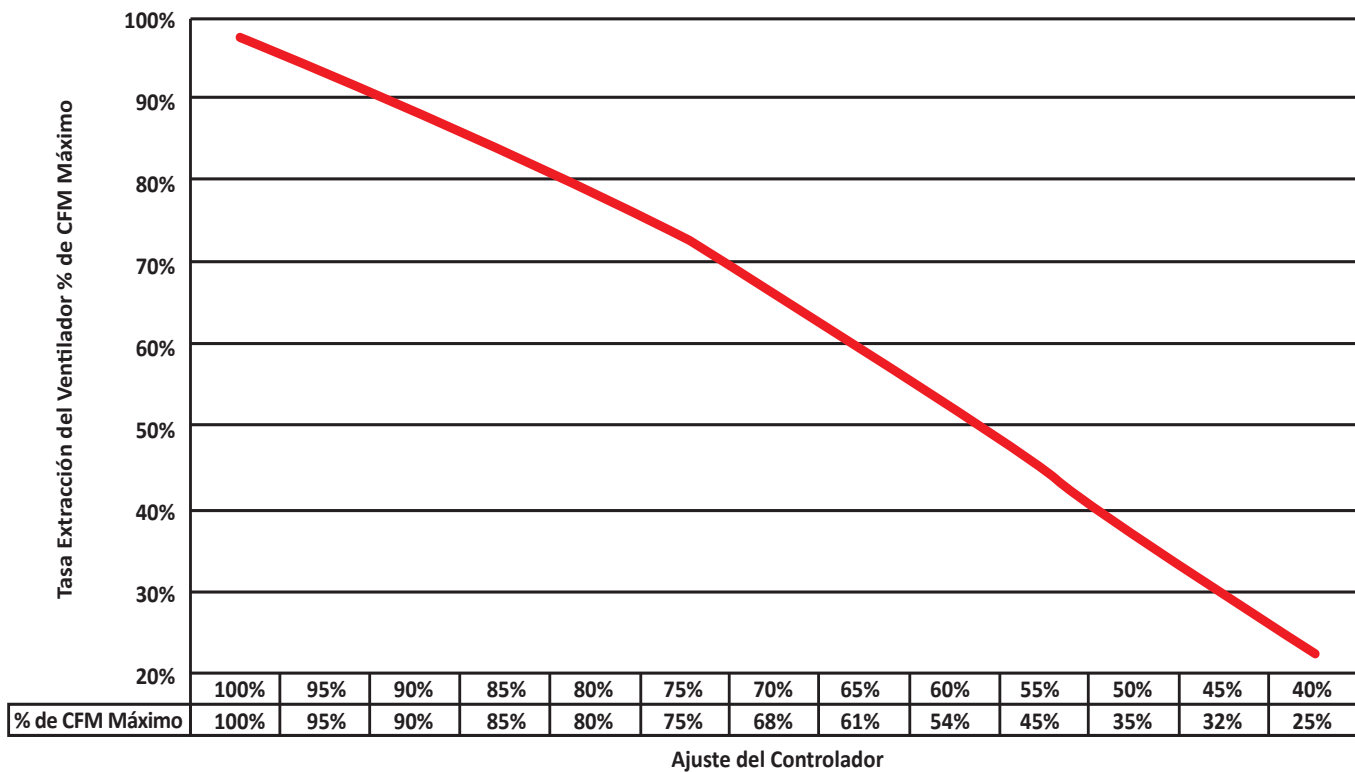

Figura 4.5: Rendimiento de Ventilador Variable
- Velocidad del ventilador de 50% no equivale a 50% CFM (caudal) (Figura 4.5)